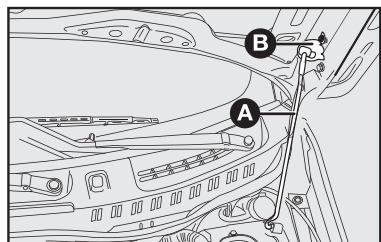

fig. 74
- 4) introduzir a extremidade da vareta **A** na abertura **B** do capô do motor **fig. 74**.
1) manter levantado o capô com uma mão e, com a outra, tirar a vareta **A**-fig. 74 da abertura **B** e repô-la no seu dispositivo de bloqueio.